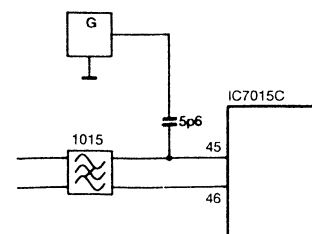

Fig. 1
Collegare un generatore di segnali (p.e. PM5326) come indicato nella Fig. 1 e regolare la sua frequenza a 38,9 MHz (PAL I: 39,5 MHz). Collegare un voltmetro sul perno 44 dell' IC7015:C e regolare la tensione con 5040 a 3,5V (CC).